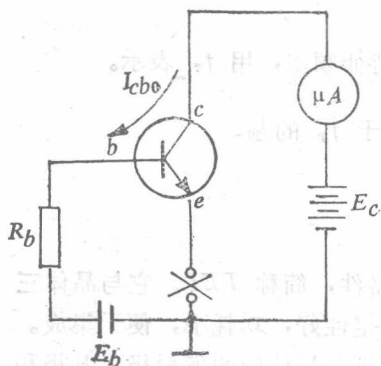

图 15-13 反向饱和电流的测量
(1) 集电极-基极反向饱和电流  $I_{cbo}$ ： $I_{cbo}$  是在发射极开路时，集电结在反向电压作用下的集电极反向电流。 $I_{cbo}$  是集电区的少子（即空穴），在集电结反向电压作用下到达基区而形成的漂移电流（如图 15-13）。